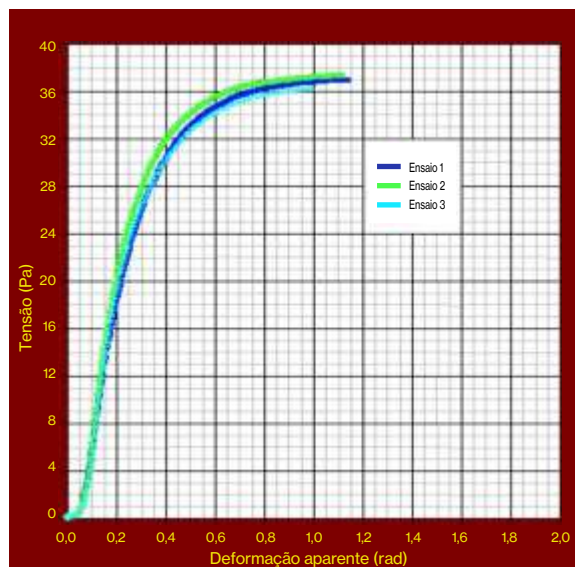

Figura 3: Detergente para máquina de lavar louças a 21-22 °C
- Figura 3: Exibe tensão (Pa) vs. deformação aparente (rad). A tensão máxima de escoamento ficou em torno de 37 Pa.
- Figura 3: Tensão vs. deformação aparente a 21-22 °C, ilustrando a tensão de escoamento e a rigidez.